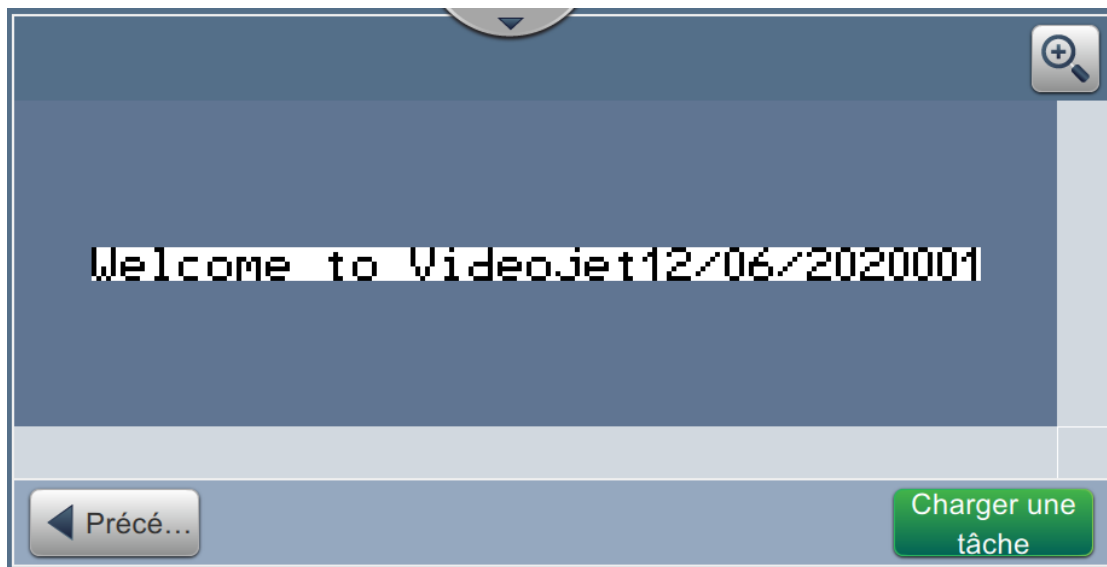

Figure 4-4 : Sélection et chargement de la tâche
3. Appuyez sur le bouton  pour charger la tâche à imprimer, tel qu'illustré dans la Figure 4-4.